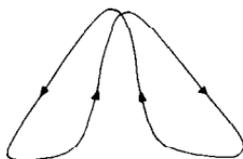

Fig. 7
- P₂ sur « rapide » : on observe le cycle de la figure 7, (dont on peut deviner le sens de parcours en clignotant des yeux rapidement : on stroboscope). On admet mieux l'utilité de r ;